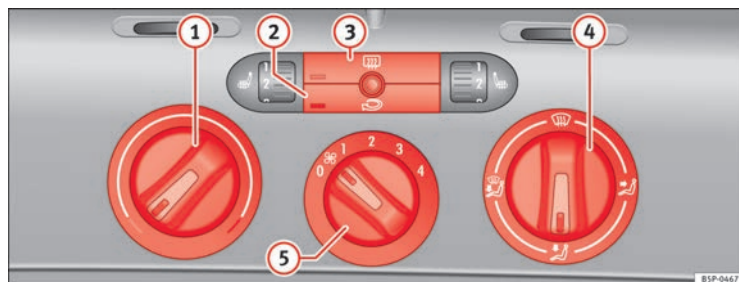

Fig. 127 Sur la planche de bord : éléments de commande du chauffage
- Les régulateurs ⇒ fig. 127 ① et ④ et la commande ⑤ permettent de régler la température, la répartition de l'air et la vitesse de la soufflante.
- Appuyez sur le bouton ② ou sur le bouton ③ pour activer ou désactiver la fonction correspondante. Quand la fonction est active, le rectangle situé sur le coin inférieur gauche du bouton s'allume.